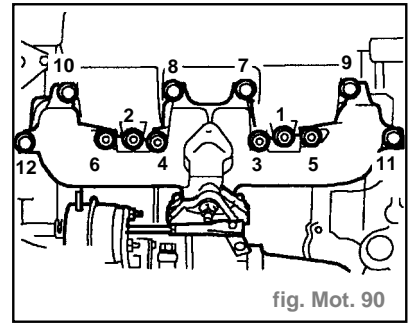

fig. Mot. 90
- Dans l'ordre illustré, serrer les écrous à **2,5 daN.m** et les boulons à **3,3 daN.m** (fig. Mot. 90).